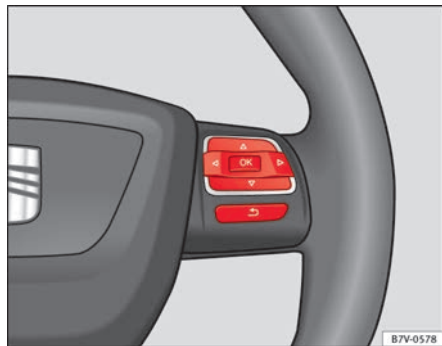

Fig. 38 Lado derecho del volante multifunción: Teclas para utilizar los menús del cuadro de instrumentos.
- Si se visualiza un mensaje o el pictograma del vehículo, pulsar la tecla **OK** (⇒ fig. 37 **A** o bien ⇒ fig. 38).